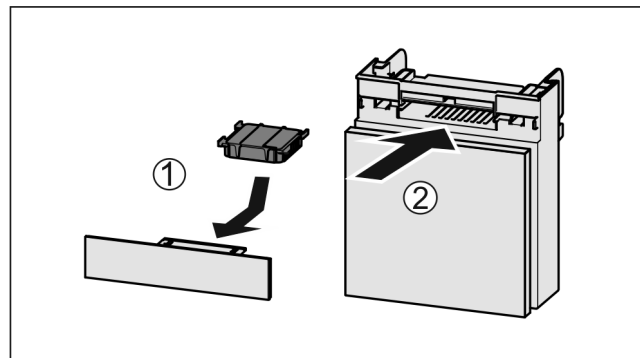

Fig. 110
- ▶ Introducere Fig. 110 (1) filtrul de cărbune activ după cum se vede în figură.
- ▶ Împingeți Fig. 110 (2) compartimentul în interior.